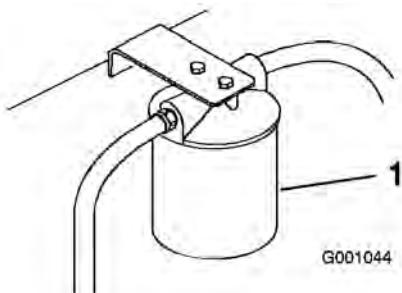

Figure 61
- Placez un bac de vidange sous le filtre, déposez le filtre usagé et essuyez la surface du joint de l'adaptateur (Figure 61).